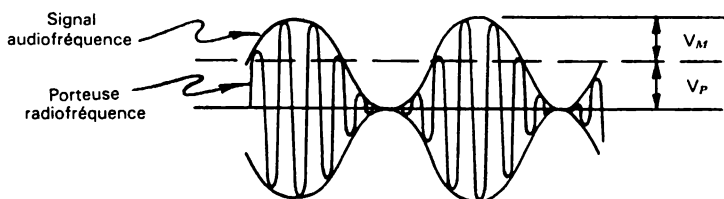

Fig. 3
Un *signal radiofréquence* modulé en amplitude est représenté à la figure 3. L'*enveloppe* du signal radiofréquence est modulée au rythme du *signal audiofréquence* à transmettre.
C'est le rapport de l'amplitude du signal audiofréquence de modulation sur l'amplitude de la porteuse qui définit le pourcentage de modulation d'un signal en *modulation d'amplitude* (MA). Dans l'exemple de la figure 3, le *pourcentage de modulation* est de 100 % car $V_M = V_p$.